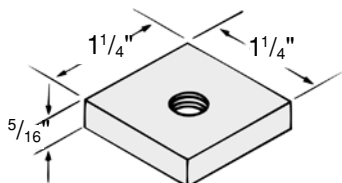

Fig. 950N
- Fig. 950N** PLAIN INSERT NUT